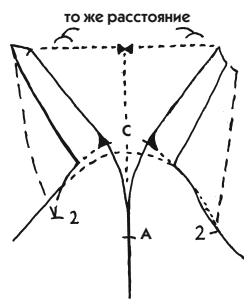

Рис. 376
2. Теперь рассмотрите рис. 376, на котором вставка спинки опущена ниже засечки 2. Ее край, примыкающий к горловине, находится на том же расстоянии от продолжения линии долевой нити, что и край вставки переда (см. пунктирные стрелки на рис. 376). Чертеж 376 выполнен на основе чертежа 375.